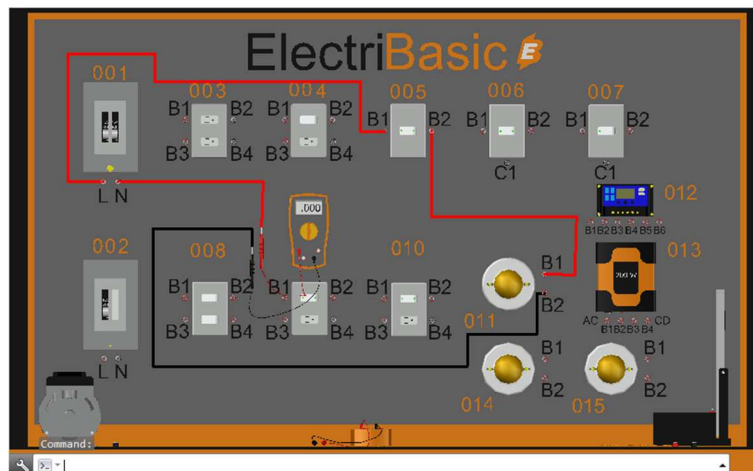

Fig. 4 Medición de corriente en luminaria.
10.- Colocar el multímetro en serie con el circuito (A) cable rojo y COM cable Negro, colocándolo 011-B2 con el cable negro (COM) y el cable rojo (A) al borne 001-N Fig. 4